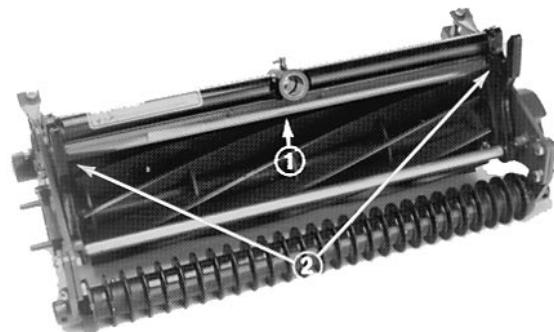

Bild 3
1. Die Mähspindel in die normale Mähstellung bringen (Bild 3).
2. Die Sechskantschrauben und Muttern, mit denen das Ablenkblech an beiden Seitenplatten abgesichert ist, entfernen und das Blech auf die gewünschte Höhe bringen, dann die Befestigungsteile wieder festziehen (Bild 3).